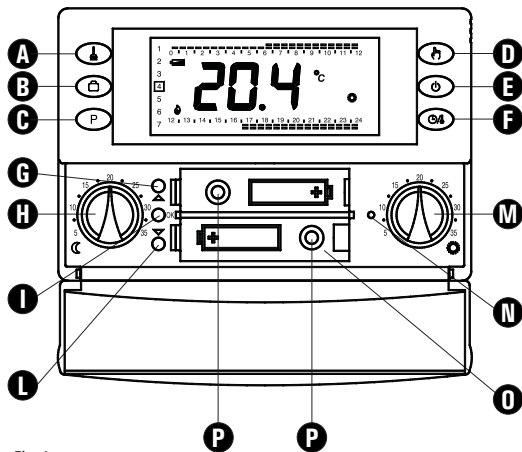

Fig. 1
A la primera puesta en función abrir el compartimento baterías **O** de Fig. 1 e insertar las pilas respetando la polaridad indicada. Las pilas deben ser de tipo AA 1.5V alcalinas.
Si es necesario realizar la operación de reset actuando con un objeto a punta a través del orificio pertinente (**N** de Fig. 1); **NO USAR UNA AGUJA O INSTRUMENTOS QUE PUEDAN DAÑAR IRREPARABLEMENTE EL CRONOTERMOSTATO.**
'OK': Programación hora e día de la semana corriente (**I** de Fig. 1);
'▲': Adelante (**G** de Fig. 1);
'▼': Atrás (**L** de Fig. 1);
La temperatura de Confort se ajusta mediante el mando giratorio  (M de Fig. 1) mientras que la temperatura Reducción se ajusta mediante el mando giratorio  (H de Fig. 1).
5. Inserir las pilas en el compartimiento pilas (O de Fig. 1); ver párrafo 'INSERCIÓN/SUSTITUCIÓN BATERÍAS'.